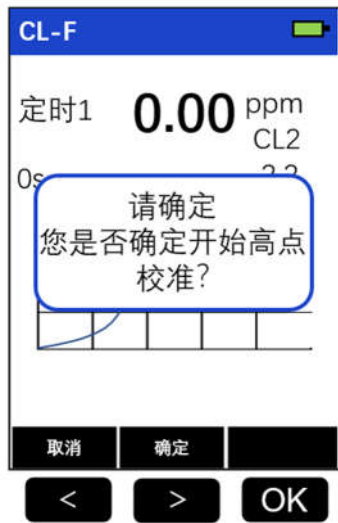

图 13: 高点校准
- 2、如果测量值不同于已知标准，请按下“校准/系统”按钮，然后选择高点校准按钮“高点校准”进入校准屏幕，如图 13 所示。